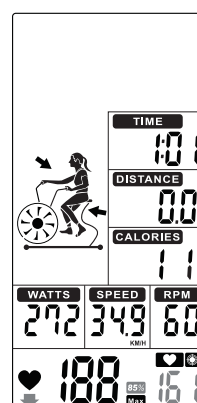

FIGURA 48
- Quando a frequência cardíaca exceder 85%, o valor ↓ & 85% piscará. Um alerta sonoro soará a cada 10s até que a frequência cardíaca do usuário caia abaixo de 85% (Figura 48).